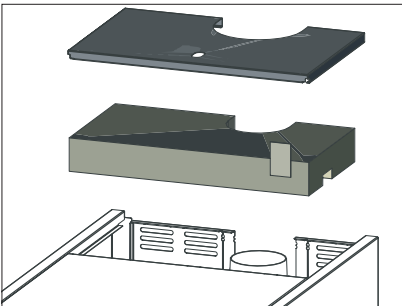

Fig. 65 Retirer la jaquette à l'arrière de la chaudière et retirer l'isolation
- Retirer la jaquette à l'arrière de la chaudière et retirer l'isolation au-dessus du couvercle des surfaces d'échange – Fig. 65.